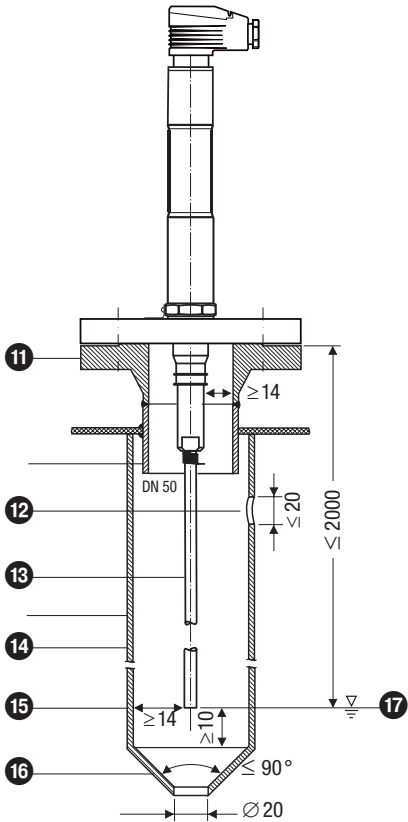
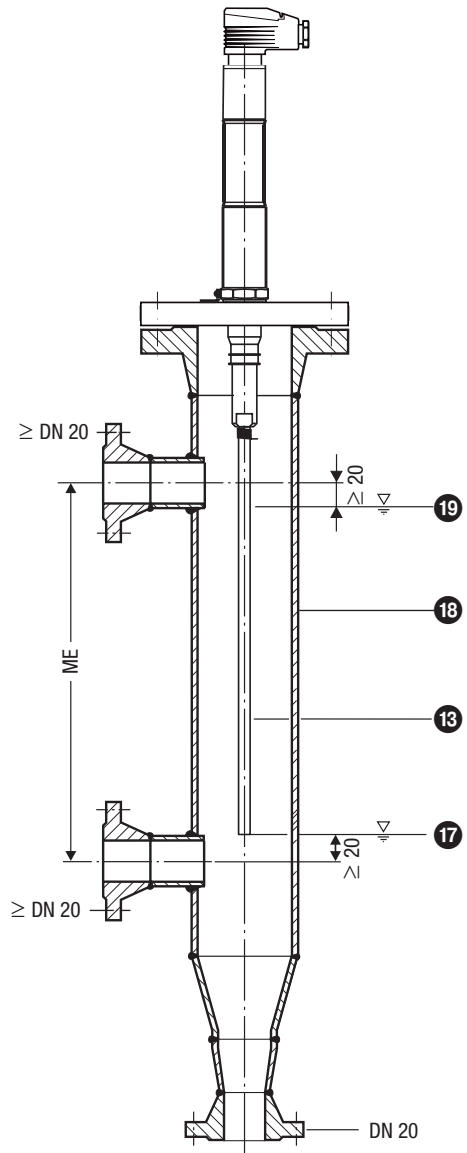

Fig. 5 Schutzrohr (bauseitig) bei Einsatz als innenliegender Wasserstandbegrenzer
Fig. 6 Messgefäß bei Einsatz als außenliegender Wasserstandbegrenzer
- Mindestabstand von 14 mm zwischen Messelektrode / Elektrodenverlängerung und Schaumschutzrohr / Messgefäß nicht unterschreiten! **Fig. 5, Fig. 6**